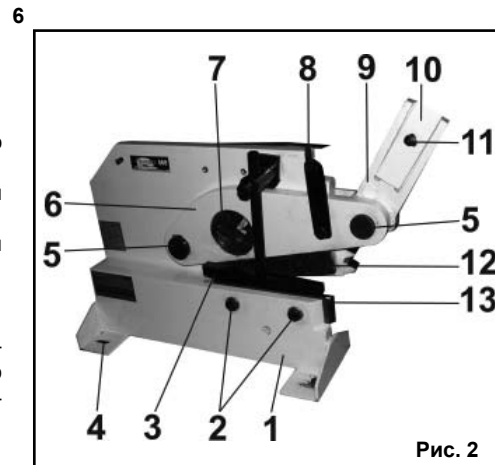

Рис. 2
6. УСТРОЙСТВО (Рис.2.)
7. СБОРКА (Рис.2)
- 8.1. Закрепите ножницы на прочной и устойчивой рабочей поверхности верстака с помощью болтовых соединений (не комплектуется) через монтажные отверстия 4 (Рис.2).
9. ПОРЯДОК РАБОТЫ (Рис.2,3)
- 10.1. Смажьте зубья зубчатого рычага 9 (Рис.2) небольшим количеством консистентной смазки.